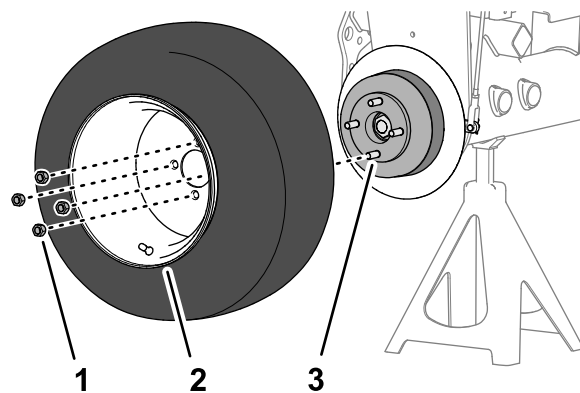

Рисунок 62
1. Отверните 4 зажимные гайки, которые крепят переднее колесо к ступице, и снимите колесо (Рисунок 62).